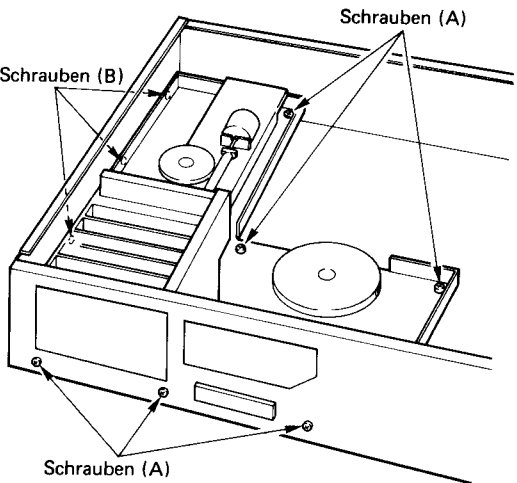

Abb. 4
Die sechs Schrauben (A) und drei Schrauben (B) entfernen; ebenfalls die verschiedenen Kabel von den entsprechenden Anschlußteilen abziehen. (Die Mechanismusaufbauplatte Kann selbst dann entfernt werden, wenn sich das Cassettemagazin noch im Gerät befindet.) (Abb. 4)